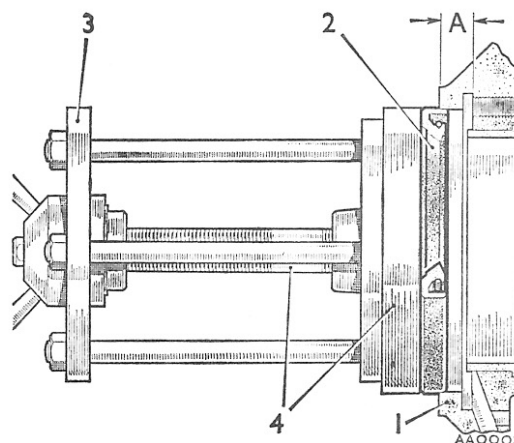

Fig. Aa.21
- 5) Tag et dybdemål af afstanden mellem husets forreste flade og den neddrejede flade (se fig. Aa.21); målet tages et passende sted på kanten af husets boring. Dette mål vil være cirka 9,5 mm ( $\frac{3}{8}$ "), men er det større eller mindre, skal forskellen tages i betragtning og enten lægges til eller trækkes fra 9,5 mm ( $\frac{3}{8}$ "). Eksempel: Hvis målet er 9,5 mm, monteres den nye olietætningsring, så den er plan med vædskekoblingshusets forreste flade. Er målet mindre end 9,5 mm, monteres tætningsringen, så den stikker lige så meget frem fra fladen som forskellen i målet.